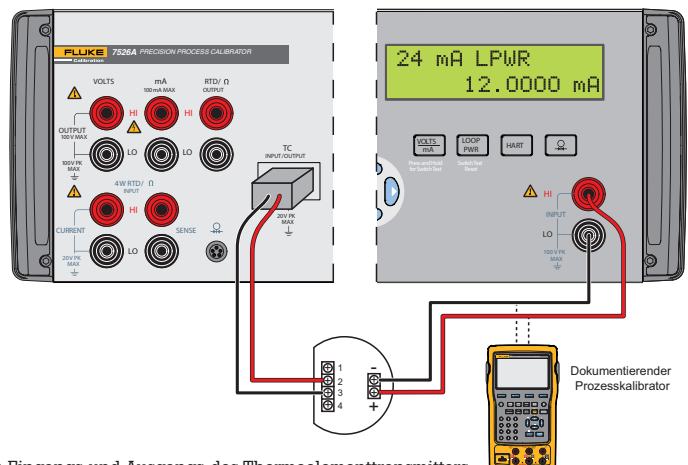

Abbildung 2. Anschluss des Eingangs und Ausgangs des Thermoelementtransmitters.
3. Ein Ministecker vom Typ J an der TC-Eingangs-/Ausgangsbuchse anschließen. Sie Abbildung 2. Achten Sie darauf, eine Thermoelementleitung vom Typ J zu verwenden.
4. Die blanken Enden der Thermoelementleitung an den Klemmen 2 (+) und 3 (-) des Temperaturtransmitters anschließen (siehe Abbildung 2) und einschalten. Dabei auf die richtige Polarität im Stromkreis achten.